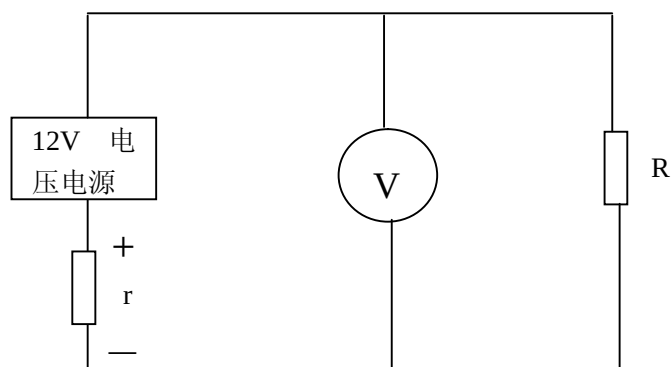

图 5.1 电池放电的等效电路
- ① 更换新电池;
- ② 对充放电特性严重恶化的电池组而言(其最主要的特征是:一旦市电中断时,蓄电池仅能维持 UPS 的逆变器电源运行很短的时间,严重时会出现市电一旦中断,UPS 电源立即进入因“电池电压过低”而自动关机的状态)。很少发生整组电池报废的情况,一般都是仅有一节或两节电池有毛病,为此,下面介绍一组简单实用的通过检测电池内阻的办法,用于判断性能恶化的电池,以便及时正确的更换损坏的电池,实用测量电池内阻的电路如图 5.1 所示,其中蓄电池可以等效于一个 12V 的电压源和一个内阻 r ,负载电阻为 R ,测量电压表为 V 。